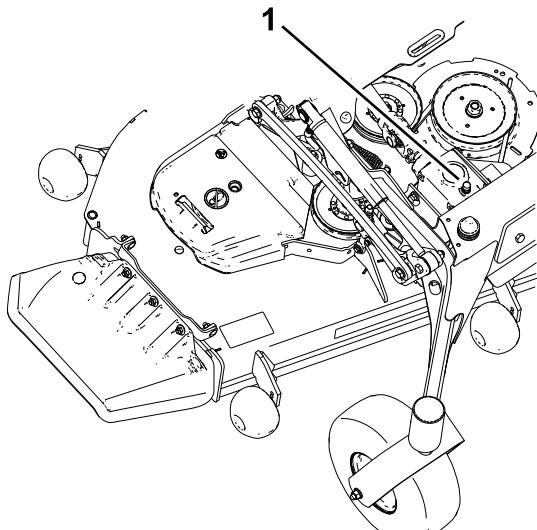

Рисунок 56
5. Вийміть щуп/заливну заглушку з верхньої частини коробки передач та переконайтесь, що мастило знаходиться в діапазоні між позначками на щупі (Рисунок 56).